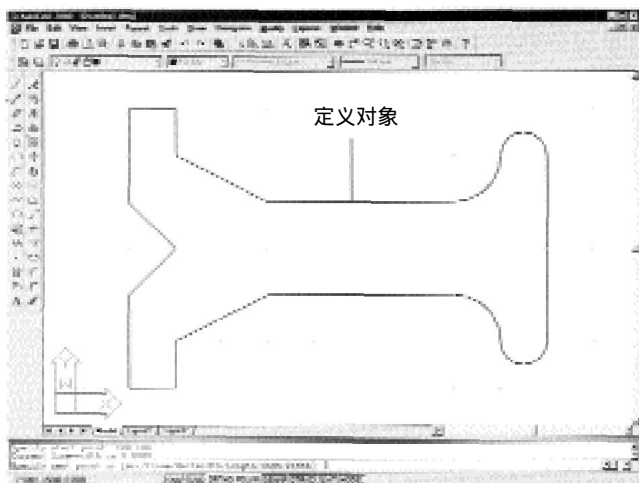

图35-3 绘制要拉伸的形状
1) 使用PLine命令绘制如图35-3所示的形状。使用Close选项或对象捕捉到端点来保证多义线闭合。